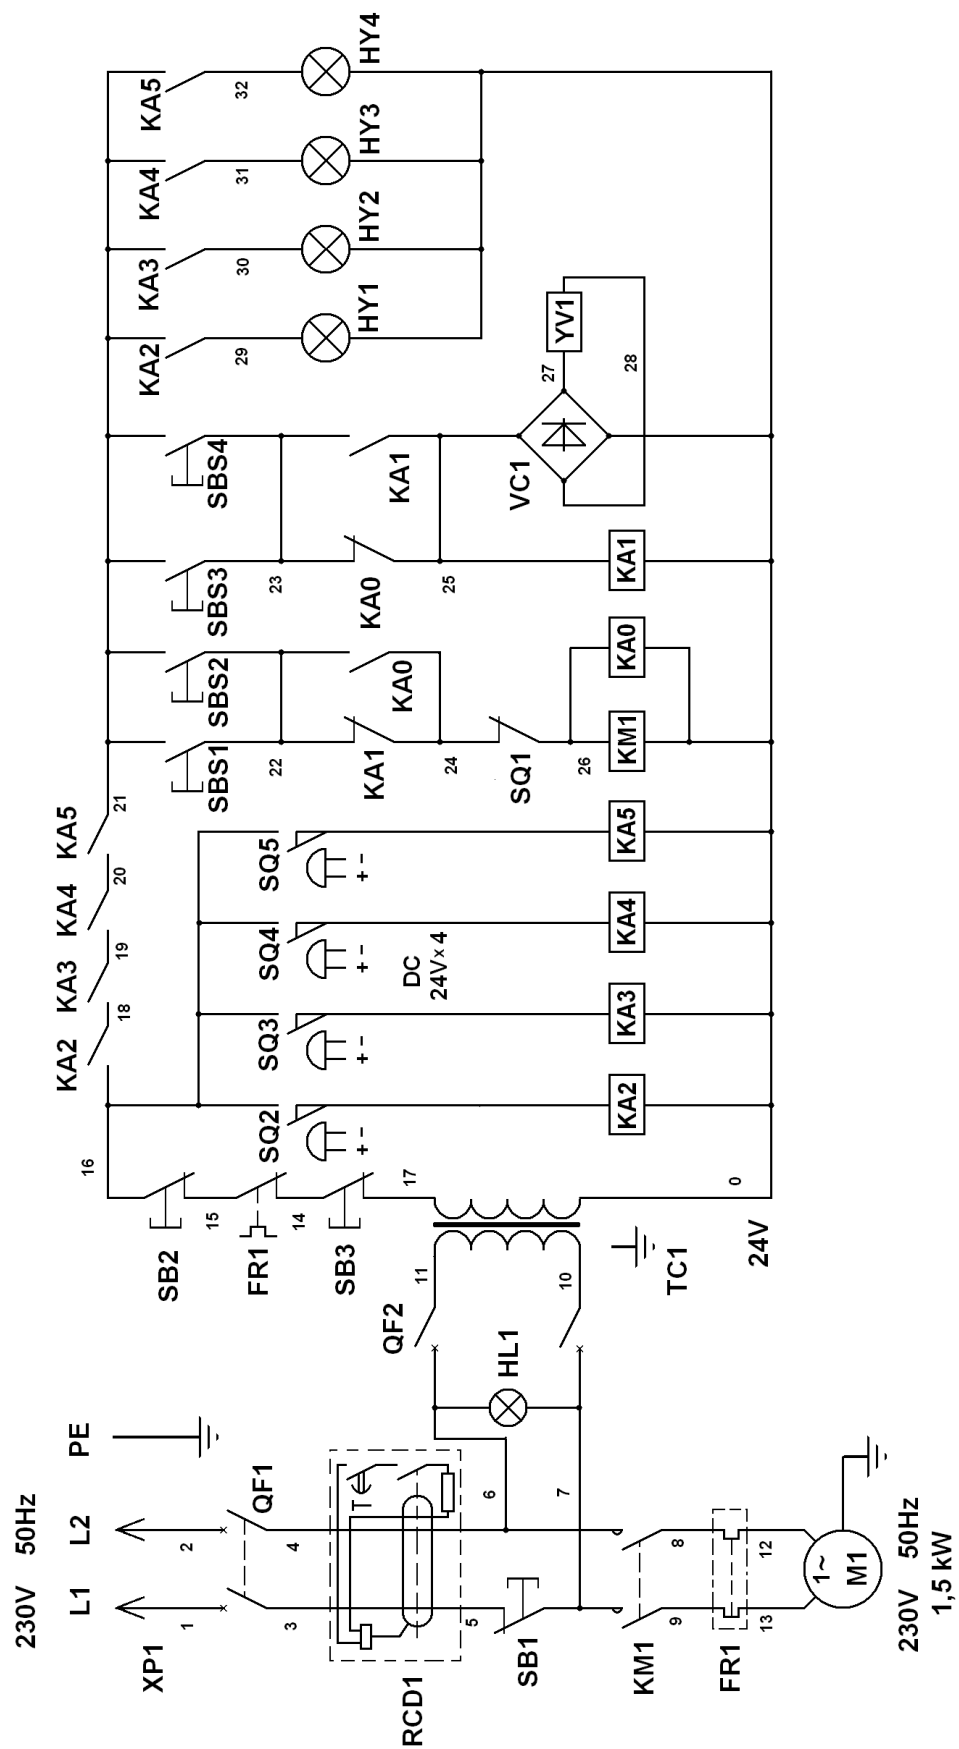

Рис.12. Схема электрическая принципиальная, АС-исполнение.
10.1.1. Схема электрическая принципиальная **АС**-исполнение (питание от сети 220В 50Гц) показана на рис.12.